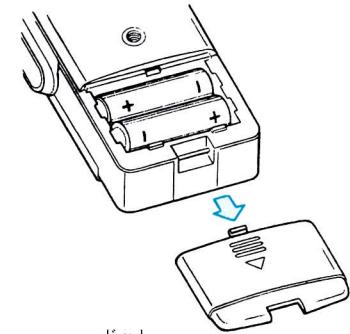

図1
1. 電池ふた⑩の凹凸部に指をかけ押しながら矢印の方向に引いてはすします。
4. 電源スイッチ⑥を上側に押してONすると液晶表示部⑬にb.c文字と電池容量が表示され、その後測定モードに切換ります。(図1、図2)